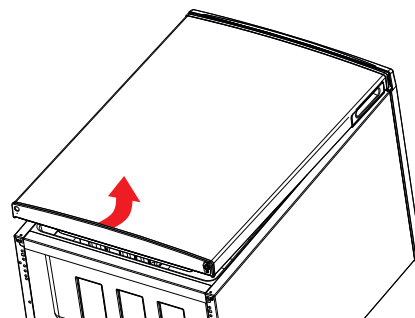

Fig. 3
- ▶ Empuje hacia abajo ligeramente con las dos manos la puerta de la cámara frigorífica y extráigala de la bisagra superior (fig. 3).
- ▶ Retire la puerta de cámara frigorífica (4) y colóquela en un lado asegurándola contra caídas y sobre una base blanda para evitar posibles arañazos.